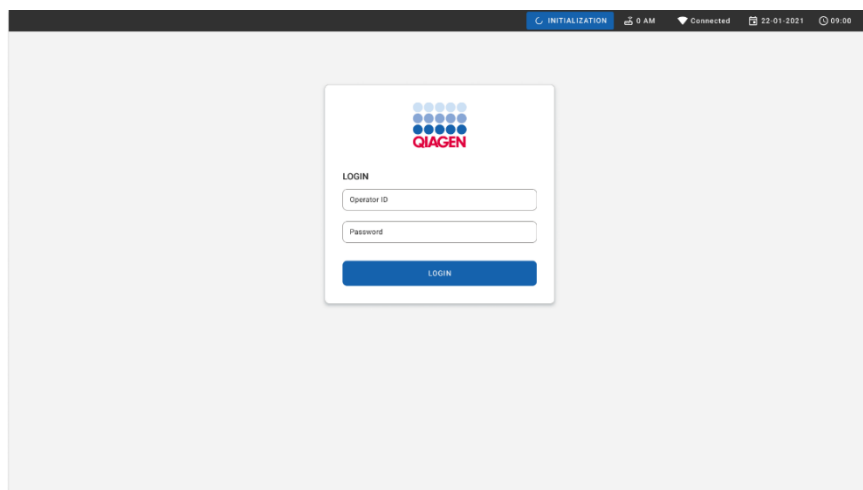

Figura 50. Ecranul Login (Conectare)
3. Conectați-vă la sistem imediat după apariția ecranului Login (Conectare) (Figura 50).